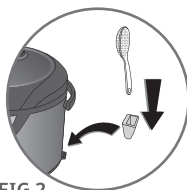

FIG.2
- Montați suportul de lingură: introduceți cârligul de plastic al suportului în orificiul situat la baza produsului, și glisați-l în jos – **Fig.2**.